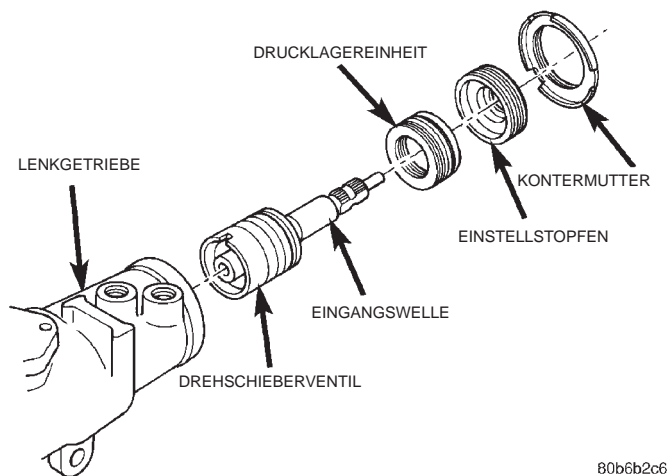

Abb. 11 Lenkschnecke und Drehschieberventil
- (4) Eingangswelle und Ventil gemeinsam ausbauen (Abb. 11).